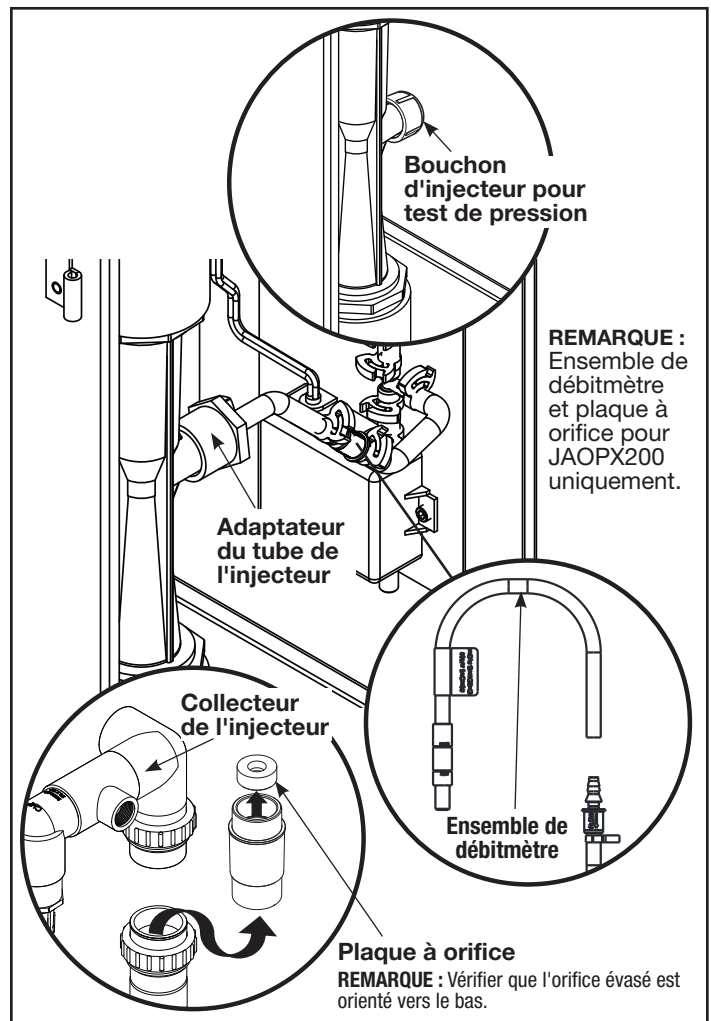

Figure 6. Test de débit et de pression Jandy AOP
Si un test de pression est nécessaire, celui-ci doit être effectué avant d'installer les raccords des tuyaux de l'ensemble de clapet de non-retour. Voir la Figure 6.
1. Débrancher temporairement le tuyau du côté entrée du clapet de non-retour et fixer l'ensemble de débitmètre inclus. Voir la Figure 6.